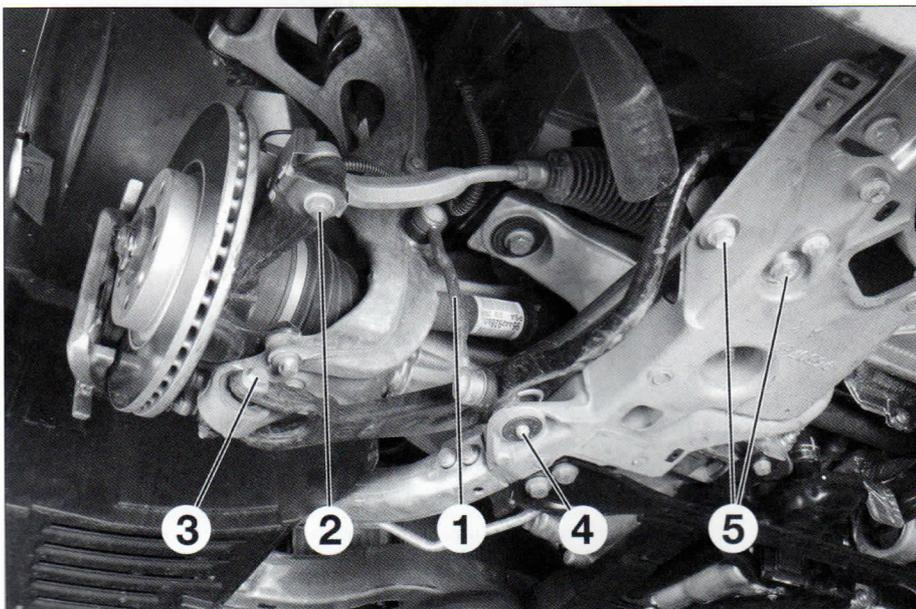
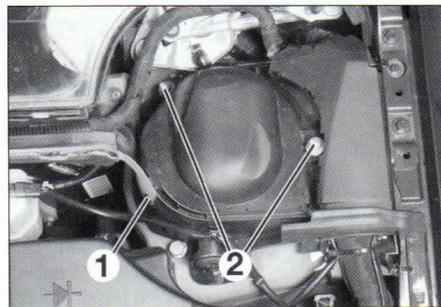

FIG. 1
FIG. 2
- la bieleta de barra estabilizadora (1) (fig. 1).
- la tuerca (2) de rótula de dirección.
- el tornillo de fijación (3) del triángulo inferior.
- el tornillo (1) y las 2 tuercas (2) de la tapa de amortiguador (fig. 2).
- colocar las fijaciones (2) y (3) (fig. 1) sin apretarlas.
- los dos tornillos (5) (fig. 1).
- el tornillo (4).
- el tornillo (3).
- la tuerca (2) (fig. 1) de rótula de dirección.